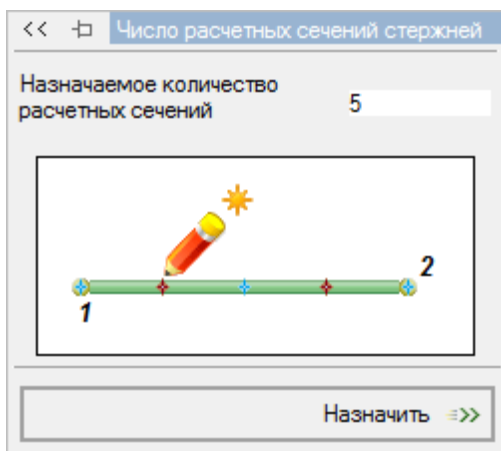

Рис. 146. Задание расчетных сечений элементов ригелей
- С помощью меню **Схема** → **Назначить стержням число расчетных сечений** (кнопка  на панели инструментов) вызовите панель активного режима **Число расчетных сечений стержней** (рис. 146).